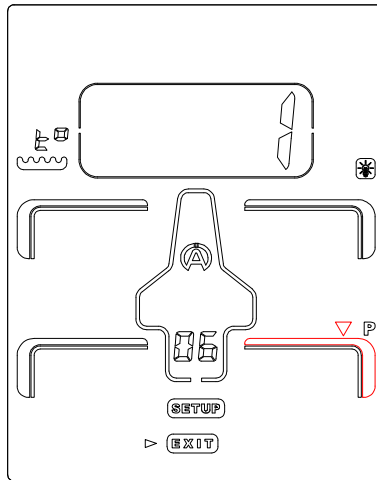

Figure 18
- 4) Pressez le bouton central **Ok** pour confirmer votre choix (*figure 18*)
Après confirmation, l'icône « P » sélectionnée se fige, le chiffre 1 s'affiche dans le « CADRAN ». Ensuite, automatiquement, une autre icône apparaît en clignotant, (*flèche rouge, figure 18*). Si l'endroit de la deuxième capture ne vous convient pas, même chose, répétez les opérations comme expliqué ci-dessus (*figure 19*).